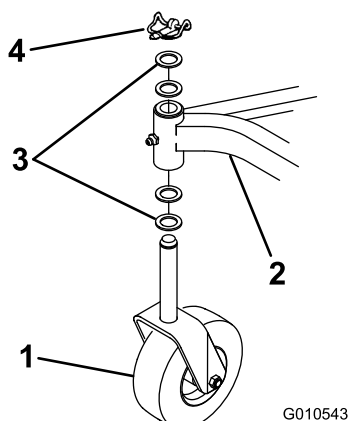

図 5
- 各キャスタホイール・アセンブリに付いている出荷用のリンチピンとスラストワッシャ（2枚）を取り外す。各シャフトにスラストワッシャ 2 枚を残し、シャフトをフレームの取り付けチューブに挿入し、スラストワッシャとリンチピンを取り付ける（図 5）。